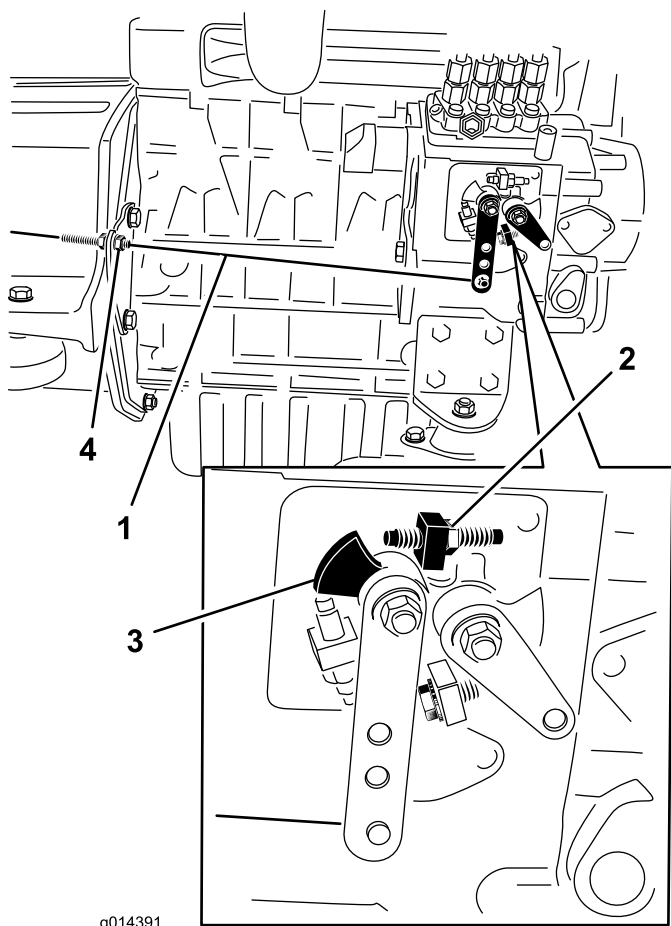

図 35
2. エンジンの燃料噴射ポンプについている速度コントロールレバーの位置を確認する。スロットルコントロール・レバーをFAST位置ディテント位置にセットした状態で、速度コントロール・レバーが高速ねじに接触していれば適正 図 35。
- 必要であれば、スロットルコントロール・ケーブルのジャムナットの位置を調整して、スロットルコントロール・レバーをFAST位置ディテント位置にセットした時に速度コントロール・レバーが高速ねじに接触するようにする図 35。速度コントロールレバーの高速ねじは調整しないこと。